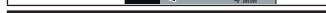

Рис. 4
- Установите колесо таким образом, чтобы ось совпадала с крепежами вилки (См. 4A Рис. 4).
Вставьте ось с правой стороны сквозь крепеж вилки, втулки колеса и закрепите специальным болтом слева. (См. 4A Рис. 4).
- Затяните болты оси усилием 15 ± 1 Nm, используя шестигранник 6 мм. (См. 4B Рис. 4).
- Затяните болты, фиксирующие ось на «штанах» вилки, используя шестигранник 4 мм с усилием 6 ± 1 Nm, соблюдая последовательность «1-2-1» (См.4C Рис. 4).